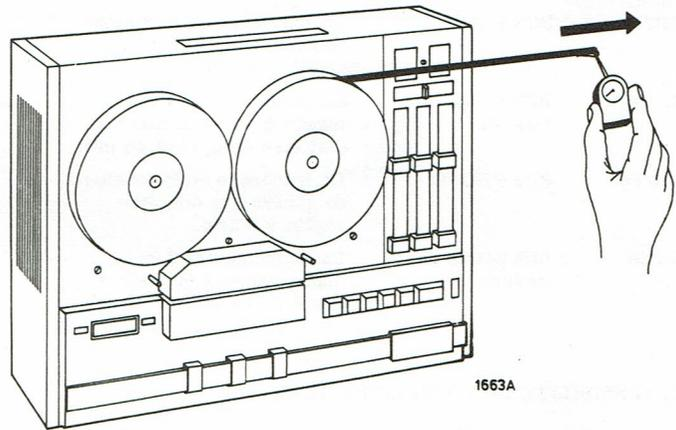

Fig. 15
Réglage de l'aimant de freinage et des freins (voir fig. 15, 16 et 29)
- La force de freinage des plateaux à bobine gauche et droit doit être d'environ 1000 g cm. Cette force est mesurable à l'aide d'une bobine pleine et d'un dynamomètre de la façon représentée fig. 15. Pour les divers diamètres de bobine l'instrument de mesure doit indiquer les valeurs suivantes:
MESURES ET REGLAGES ELECTRIQUES (fig. 15)